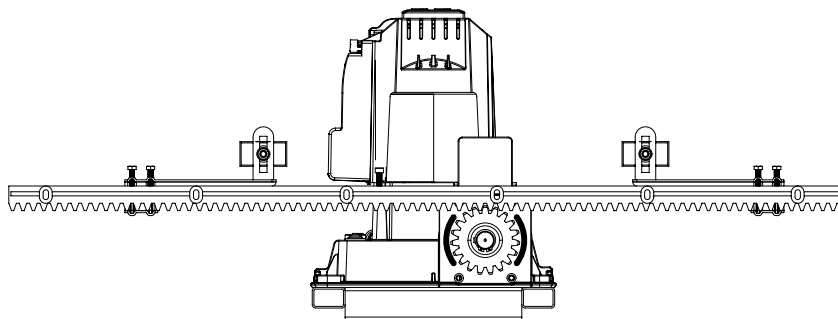

Рисунок 8
- Предварительно установите на зубчатой рейке в крайних положениях створки ворот кронштейны как показано на *рис. 8*.